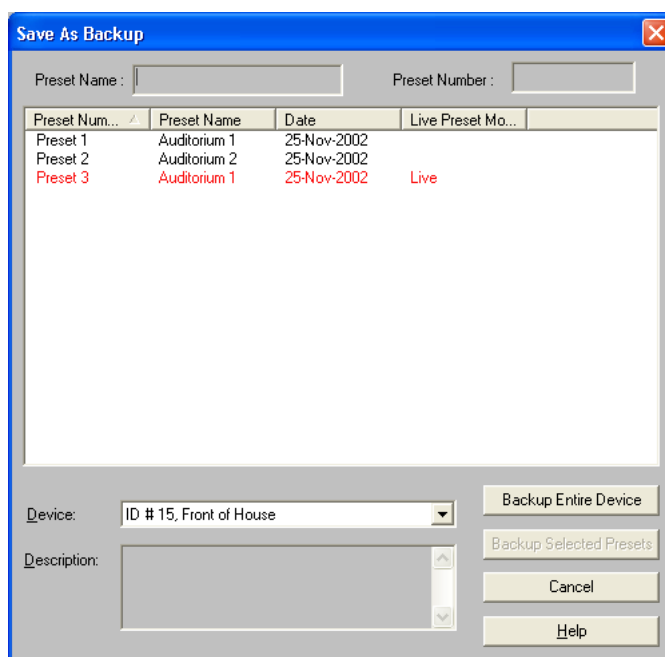

ABBILDUNG 4-5: Dialogfeld "Save As Backup" (Als Datensicherung speichern)
3. Das Dialogfeld "Save As Backup" (Als Datensicherung speichern) wird eingeblendet (siehe Abb. 4-5 rechts).